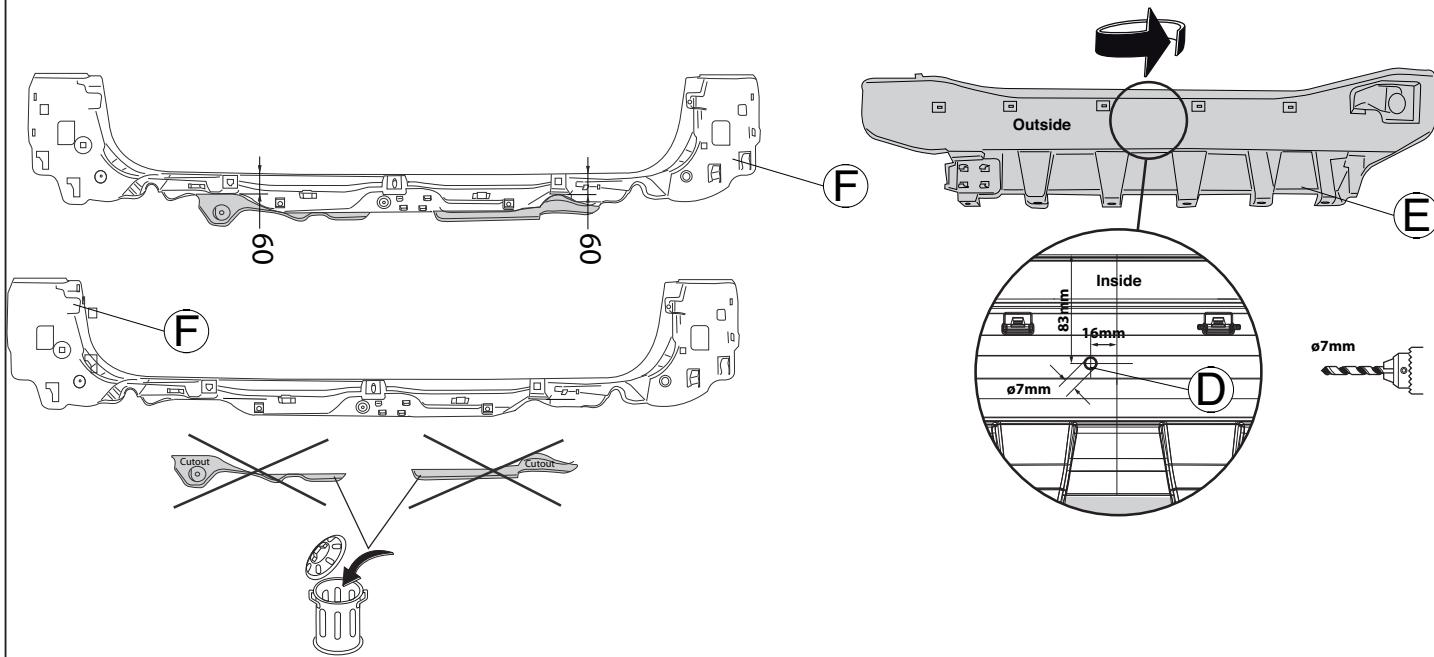

Fig.2
7. Для автомобилей **Touring**: Отпилить обозначенные части, как указано на рис. 2. на рис. 2. Закрепить деталь F.
11. Просверлить отверстие D диаметром 7 мм, как указано на рис. 2 и 3 .